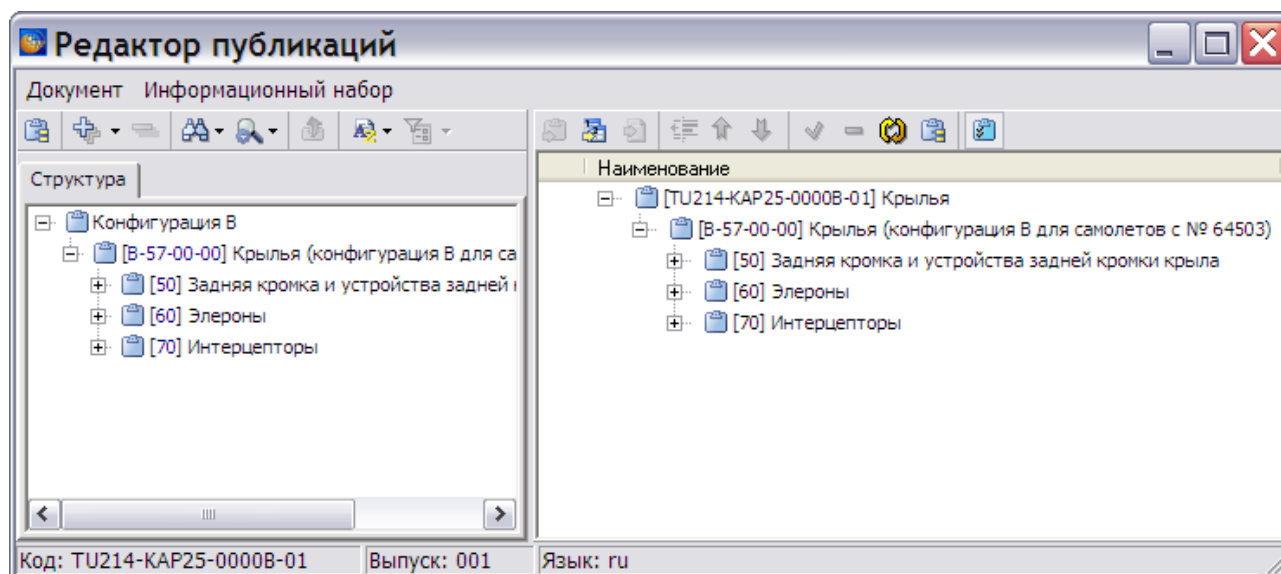

Рис. 24.16
6. Откройте версию публикации для редактирования. На основании информационных наборов конфигурации «В» произведите «наполнение данными» версии публикации - проставьте связи с требуемыми модулями данных (Рис. 24.16).